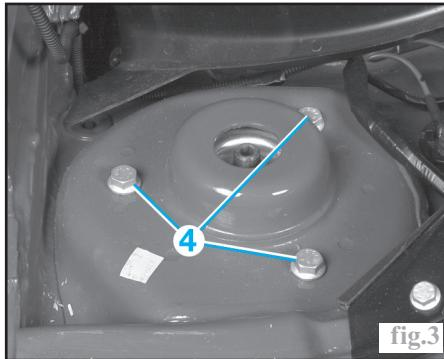

fig.3
Déposer les 3 vis de fixation supérieures (4) de l'amortisseur (Fig.3).